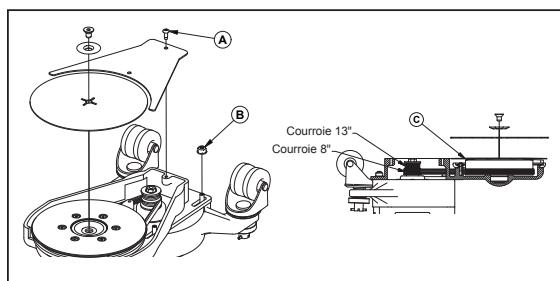

Figure 4
- Avec un tournevis cruciforme, retirez les deux vis « A » fixant le garde-courroie. Retirez le garde-courroie. (Figure 4)
- Avec une douille de 7/16", retirez les quatre écrous « B » fixant la fixation de la tête. (Figure 4)
- Placez la tête sur la machine en vous assurant que la courroie est placée autour de la poulie du moteur. Positionnez la courroie dans les rainures les plus basses (les plus proches du moteur), pour la rallonge de 8". Positionnez la courroie dans les rainures les plus hautes (les plus éloignées du moteur), pour la rallonge de 13". (Figure 4)